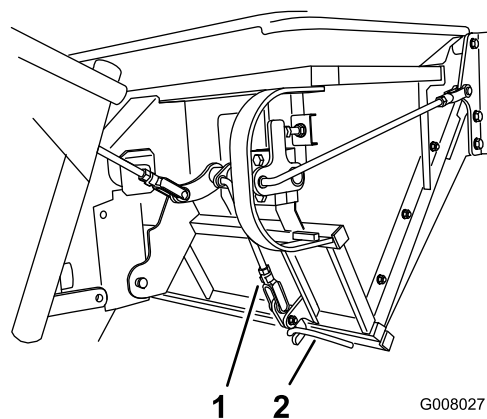

Figure 41
4. Assurez-vous que les verrous sont complètement engagés et touchent la tige soudée au volet (Figure 41).